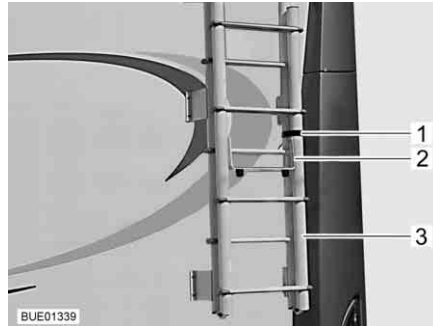

Fig. 2 Escalera plegable, escalera plegada hacia arriba
- Abrir la correa (Fig. 2,1) de la escalera (Fig. 2,3) situada en la parte de atrás del vehículo.
- Abatir hacia afuera el estribo de protección (Fig. 2,2).